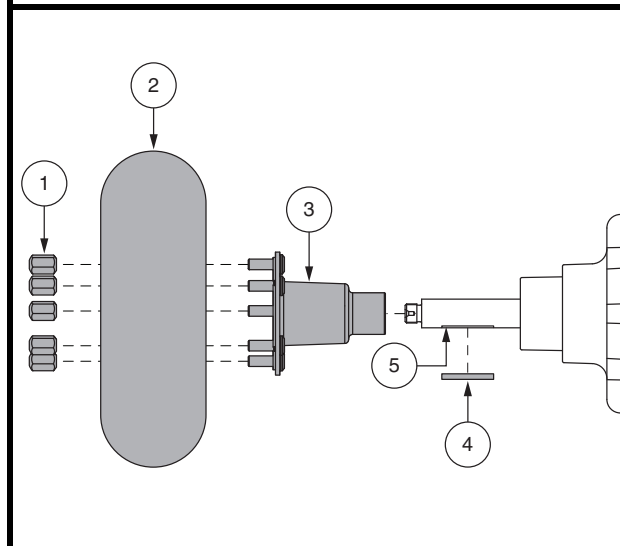

Figure 24. Enlèvement de la roue pneumatique motrice à âme pleine
4. Retirer les écrous de la roue motrice de le moyeu. **Voir la figure 24.**
9. Glisser la nouvelle roue en place. Assurez-vous que la clef est bien ancrée dans la rayure de clef. Voir la figure 24.